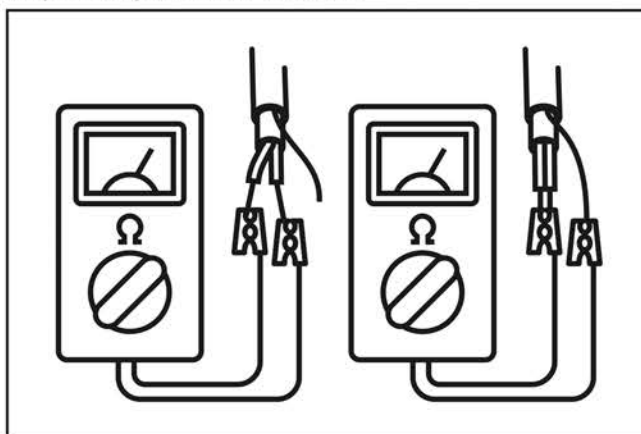

Рис. 1 – Измерение сопротивления нагревательных жил и изоляции
2. Измерить сопротивление нагревательных жил и изоляции (рис. 1). Сопротивление нагревательных жил должно соответствовать данным в таблице 2. Сопротивление изоляции не должно превышать 1 МОм при напряжении 2500 В.
6. После раскладки мата измерить сопротивление нагревательных жил и изоляции (рис. 1).
10. Измерить сопротивление нагревательных жил и изоляции после установки напольного покрытия (рис.1).